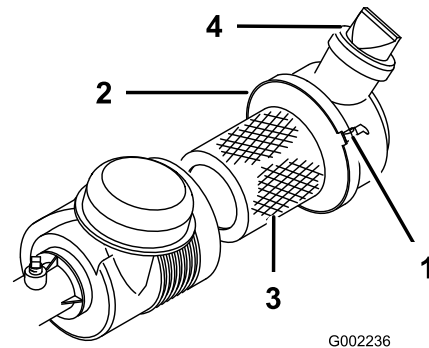

Figure 39
Recherchez sur le corps du filtre à air les dégâts susceptibles d'occasionner des fuites d'air. Vérifiez que le capuchon anti-poussière est bien serré sur le filtre à air. Remplacez le corps du filtre s'il est endommagé. Pressez la valve (Figure 39) avant chaque utilisation pour éliminer la poussière et les débris.
- Desserrez la fixation qui maintient le couvercle du filtre à air sur le corps (Figure 39) et séparez le couvercle du corps.
7. Serrez les fixations (Figure 39).
4. Montez le couvercle en dirigeant la valve vers le bas, et serrez les fixations (Figure 39).